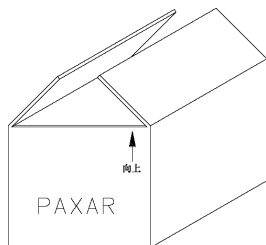

图 2 硬纸箱
请从包装箱的顶部打开，并取出打印机(参照图 2)。请不要向包装箱的深处切割，因为在其顶部正下方放置有物品。除去放置在顶部填充物上面的物品。除去顶部填充物。使用捆扎带将打印机提出包装箱并放置于桌子上。从打印机上拿开带子和塑料。请检查打印机在装运过程中是否损坏。如果发现有损坏，请与 AVERY DENNISON 联系以获得更多指导，电话 (570) 888-6641(美国)。如在其它国家，请与当地的 AVERY DENNISON 供应商联系。如果打印机上没有明显的装运破损，就可以将其放置到预定位置上。